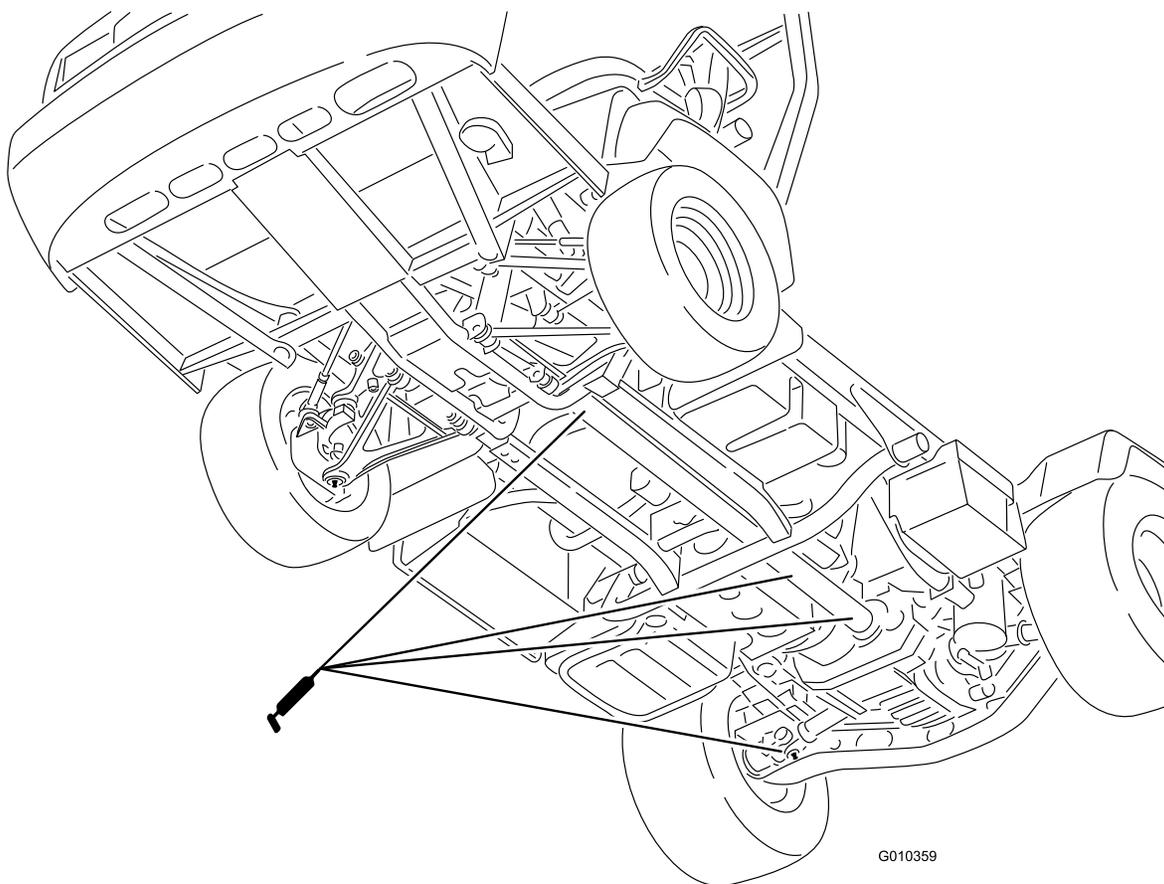

Рисунок 43
- Карданные шарниры (18 шт.) и вал полного привода (3 шт.), как показано на Рисунок 43.